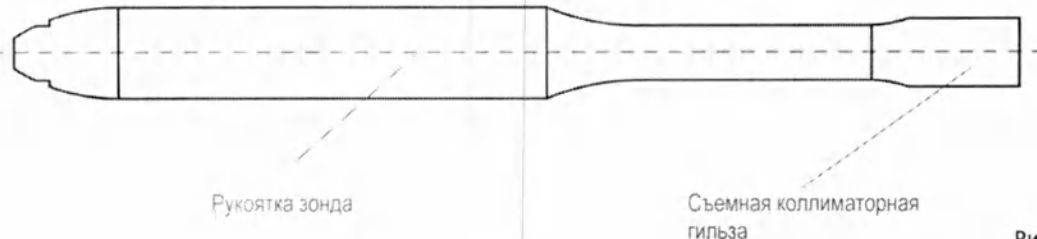

Рис. 3: Зонд CXS-OP-SP
Корпус зонда выполнен из хирургической нержавеющей стали. Вольфрамовый коллиматор ввинчивается в коллиматорную гильзу (см. Рис. 3). Механическая конструкция зонда делится на две основные части:
- Зонды CXS-OP-SP и CXS-OP-FP (FlexProbe®) оснащаются съемными коллиматорными гильзами (см. Рис. 3 и 4), которые стерилизуются отдельно с помощью пара (при температуре 150°C и давлении 4